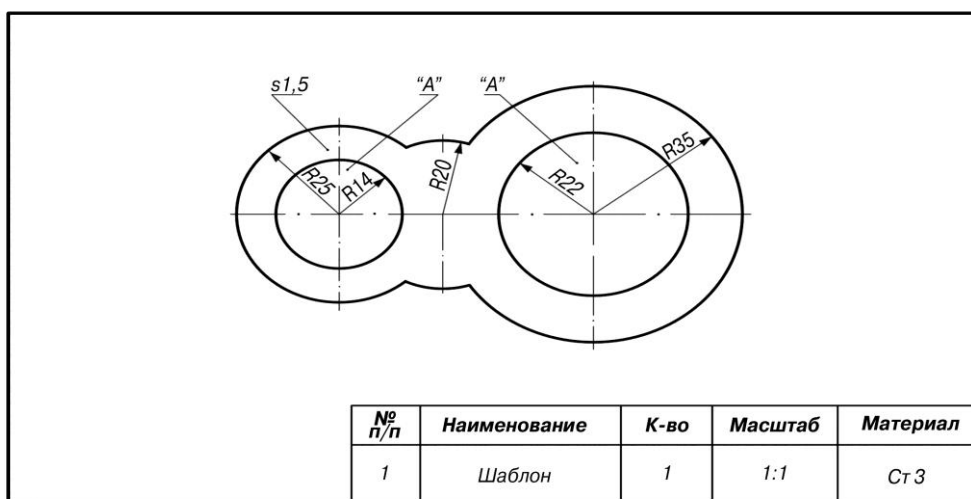

Рис. 1. Шаблон для игольниц
1. Предельные отклонения размеров готового изделия (Рис.1.) в соответствии с чертежом ± 1 мм.